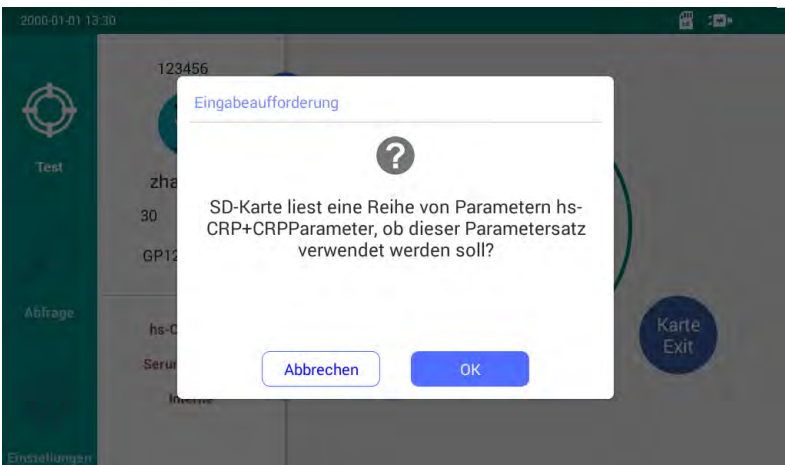

Abbildung 6.5 Importieren der Testitemparameter
1) Geben Sie die Testitemparameter über die mit dem Kit mitgelieferte SD-Karte in das Instrument ein, wie in Abbildung 6.5 gezeigt, klicken Sie auf die Taste "OK", um die Parameter zu importieren;